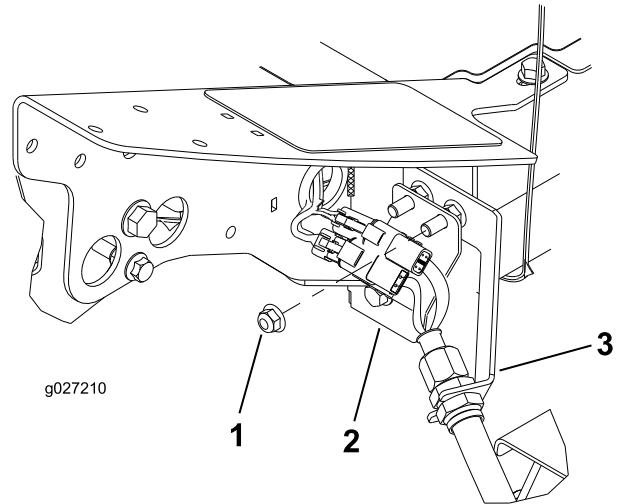

図 11
1. フレームの左前コーナー4番カッピングユニットの位置の、バルクヘッドブラケットをマシンに固定しているボルトについている余分のフランジヘッドナットを取り外す 図 11。
3. バルクヘッド取り付けボルトにコネクタプレートを通す。コネクタは 図 11 に示すように通す。